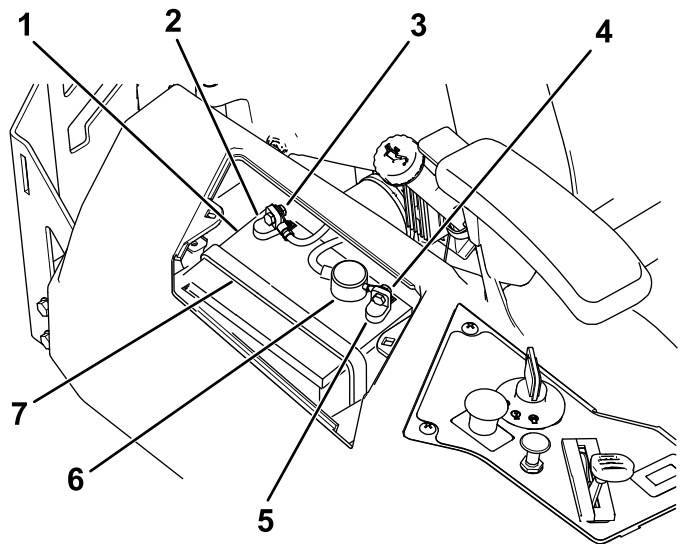

Bild 55
4. Klemmen Sie das Minuskabel (schwarz) vom Batteriepol ab (Bild 55).
6. Klemmen Sie das Pluskabel (Rot) vom Batteriepol ab (Bild 55).
7. Nehmen Sie die Batterieklemme ab (Bild 55) und heben Sie die Batterie aus dem Batteriefach heraus.
1. Setzen Sie die Batterie in das Fach (Bild 55).
5. Befestigen Sie die Batterie mit der Befestigung (Bild 55).